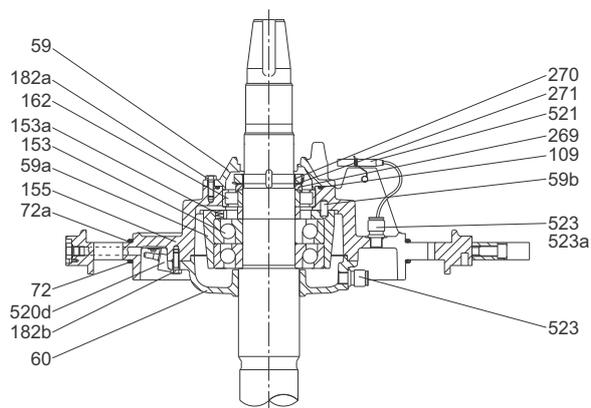

Рис. 27 Вал, типоразмер 72
2. См. рис. 27. Отсоединить кабельный ввод (523) в крышке кронштейна нижнего подшипника.
3. Отсоединить датчик подшипника (520d) и удалить кабельный ввод из крышки кронштейна верхнего подшипника (60).
4. Вывернуть винты (182b) и снять крышку кронштейна верхнего подшипника (60) с кронштейна нижнего подшипника (155). Расположить крышку на уровне обмоток статора (48).
6. Снять крышку кронштейна нижнего подшипника (59) с кронштейна нижнего подшипника (155) и удалить уплотнительное кольцо (109).
7. Снять контргайку (270), стопорную шайбу (271) и угловое кольцо (269).
8. Снять кронштейн нижнего подшипника (155) с помощью съёмника.